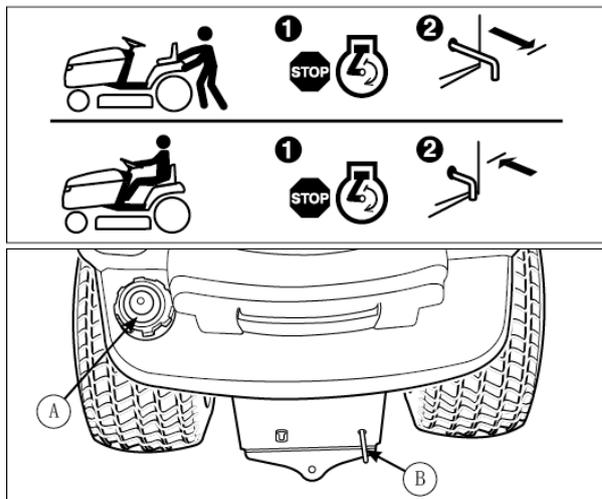

図 6 トランスミッション解除レバー
2. トランスミッション解除レバー (図 6 の B) を芝刈機後方へ引きます。